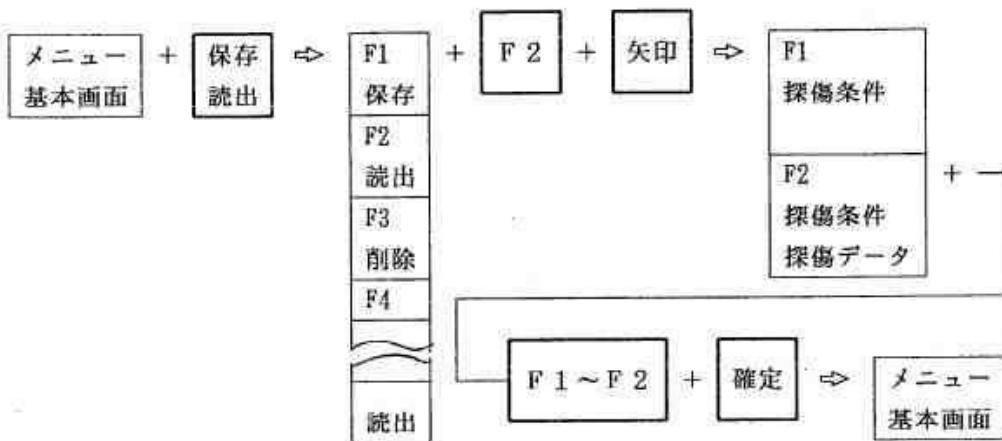

図 7.2.12 FFTに関する保存波形の読み出方法
- ①機能キー【保存・読み出】を1回押します。図 7.2.12 の選択メニューが表示されます。図の操作手順で選択キー【F 2】を押し、確定キーを1回押すと、表示器にエコーの図形が表示されます。（保存を FFT 結果、RF 波形、DC 図形のいずれで行っても、読み出した図形は、予め指定した表示形式の図形になります。）
- ②次に機能キー【FFT】を1回押します。この後は7.2.3.1 又は7.2.3.2 で説明した手順で、表示されたエコーを周波数分析できます。